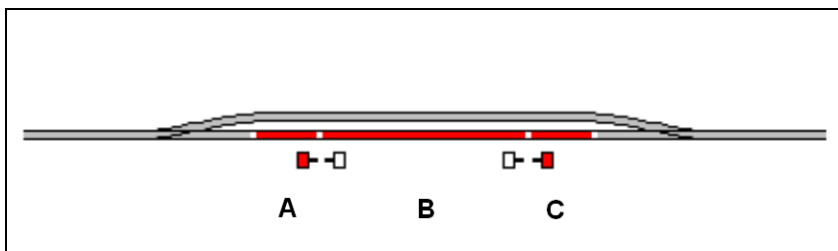
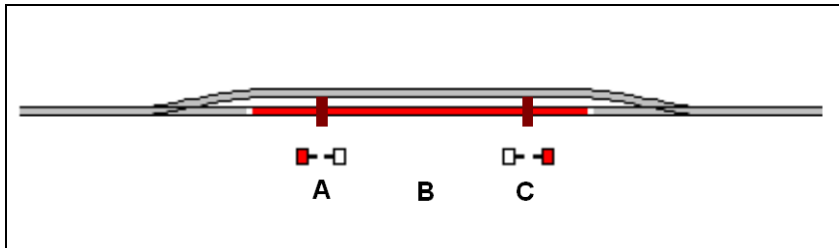
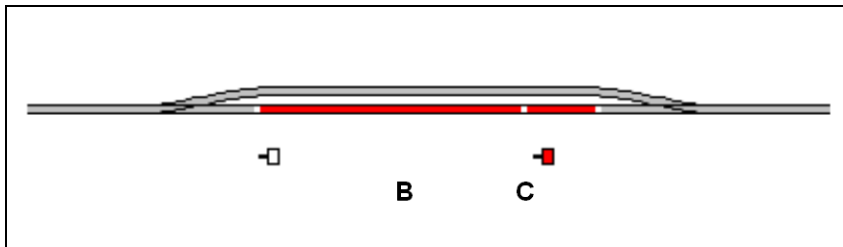

Abbildung 69: Block mit drei Dauerkontakten
Abbildung 70: Block mit Dauerkontakt und Momentkontakten
Abbildung 73: Block mit zwei Dauerkontakten
Abbildung 69 zeigt einen Block mit drei Dauerkontakten. Jeder dieser Melders ist verknüpft mit einem Kontaktmelder in der Software, die A, B und C genannt werden. Alle Melder werden in der Software im selben Block eingetragen. Der Block wird als
Aus rein technischer Sicht zeigt Abbildung 69 eine optimale Lösung. Der Block wird als belegt gemeldet, solange sich ein Zug in einer der drei überwachten Gleisabschnitte befindet. Zusätzlich wäre sogar eine Unterscheidung möglich, in welcher der drei Abschnitte A, B oder C sich ein Zug befindet. Diese Methode ist aber auch relativ aufwendig, da Dauerkontakte vergleichsweise teuer sind und die Schienen an der Grenze jedes Gleisabschnittes für die Stromführung aufgetrennt werden müssen.
Abbildung 70 zeigt einen Block mit einem Dauerkontakt (B) und zwei Momentkontakten (A und C). Jeder ist mit einem Kontaktmelder in der Software verknüpft, die A, B und C genannt werden. Alle Melder werden in der Software beim selben Block eingetragen. Der Block wird als belegt gemeldet, sobald ein Zug aus beliebiger Richtung in den Abschnitt B einfährt. Der Block bleibt belegt, bis der Zug Abschnitt B wieder verlässt. Melder A wird zusätzlich als Haltemelder für Züge verwendet, die nach links fahren. C fungiert als Haltemelder für nach rechts fahrende Züge. Beide Melder werden zusätzlich auch als Bremsmelder für die jeweils entgegengesetzte Richtung verwendet. Die Positionen von A und C sollten gewährleisten, dass Züge rechtzeitig vor Erreichen der Weichen anhalten. Auf der anderen Seite sollte der längste Zug in den Block passen, falls er hier halten muss. Aus diesem Grund müssen A und C als Haltepunkte nahe
Die Konfiguration in Abbildung 70 ist normalerweise preiswerter als die aus Abbildung 69, da Momentkontakte normalerweise nicht so teuer wie Dauerkontakte sind.
Abbildung 73 wurde abgeleitet aus Abbildung 69 durch Weglassen des Melders A. Es wird angenommen, dass der Block nur von links nach rechts durchfahren wird. B wirkt als Bremsmelder und C als Haltemelder für Züge, die nach rechts fahren.
Die hier vorgestellten Konfigurationen sind nur Beispiele. Situationen wie in Abbildung 73 können auch mit Momentkontakten statt Dauerkontakten oder mit einer Mischung aus beidem gelöst werden ähnlich wie Abbildung 70. Auch andere Konfigurationen sind denkbar. Es gibt keinen besten Weg, einen Block mit Meldern auszustatten. Die optimale Lösung hängt nicht nur von den technischen Anforderungen, sondern auch von dem bei Ihnen bereits vorhandenen Material ab und davon, wie viel Sie für neues Zubehör auszugeben gedenken.